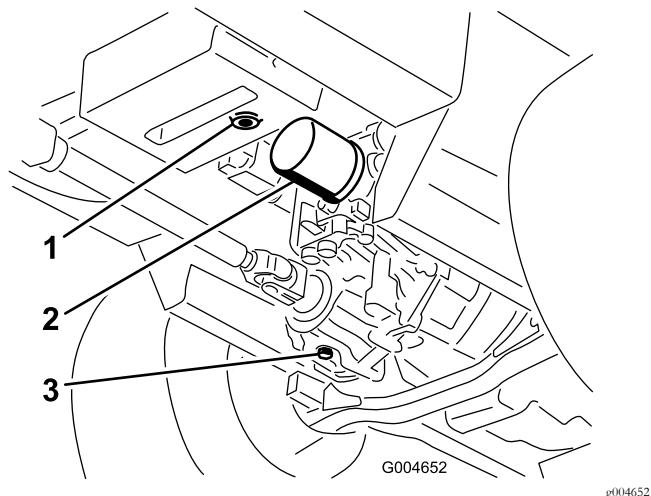

Figure 62
3. Placez un grand bac de vidange sous le réservoir hydraulique et le carter de transmission, et enlevez les bouchons pour vidanger tout le liquide hydraulique (Figure 62).
4. Nettoyez la surface autour du filtre à huile hydraulique et retirez le filtre (Figure 62).